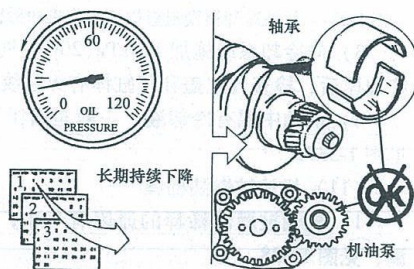

图 1-331 轴承或机油泵磨损严重造成机油压力下降
(8) 轴承或机油泵磨损 发动机机油压力长时间持续下降，说明是由曲轴轴承、凸轮轴轴承或连杆轴承磨损严重或机油泵磨损严重而造成的，见图 1-331。